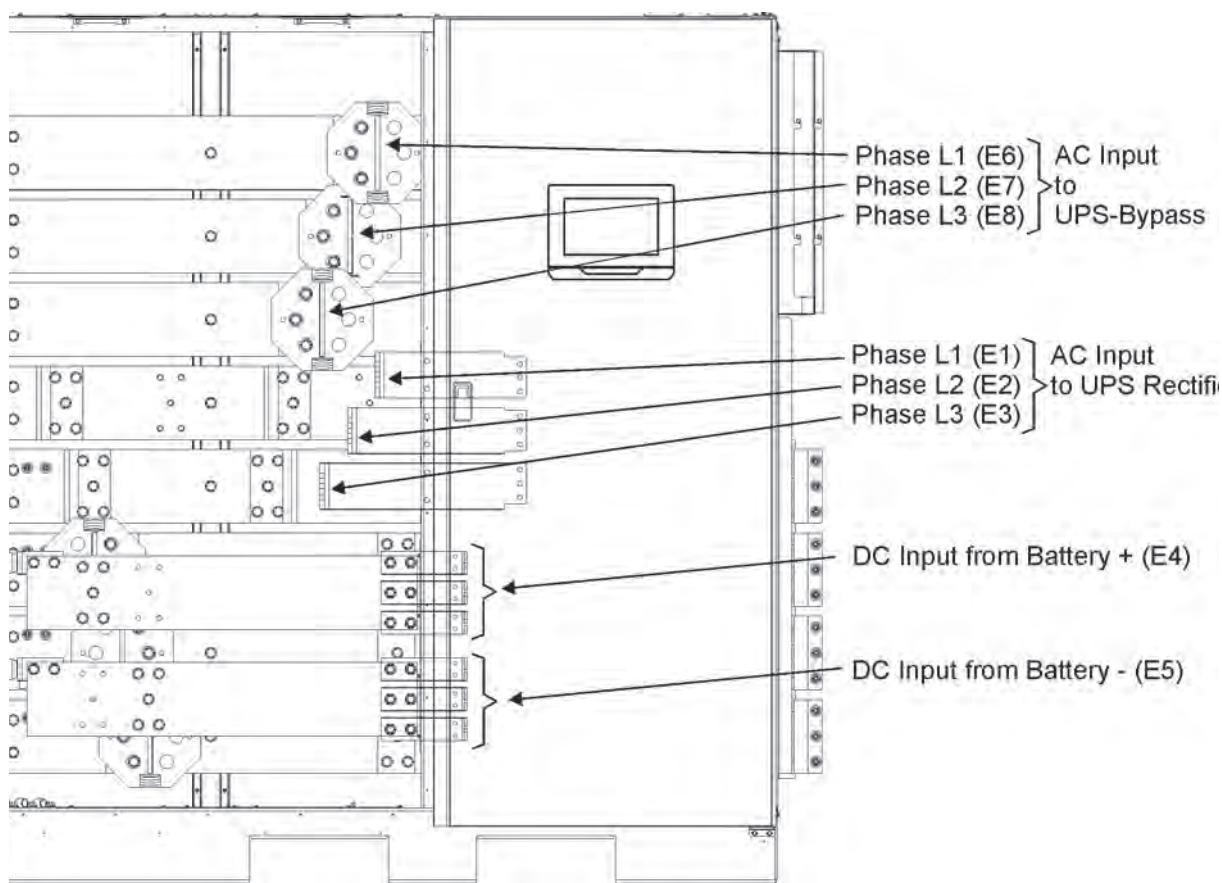

Рис. 4-16. Расположение клемм питания секции ISBM ИБП - общий аккумулятор
3. Используя крепежный комплект для подключения внешней проводки, подключите положительные, отрицательные и заземляющие соединения силовой проводки постоянного тока из аккумуляторной системы или разъединителя к клеммам аккумулятора и заземления секции ISBM ИБП. Используйте оба набора клемм, показанных на Рис. 4-16, если необходимо. См. Разд.3.2.2 на стр. 23 для получения информации о требованияниях к проводке и подключению.